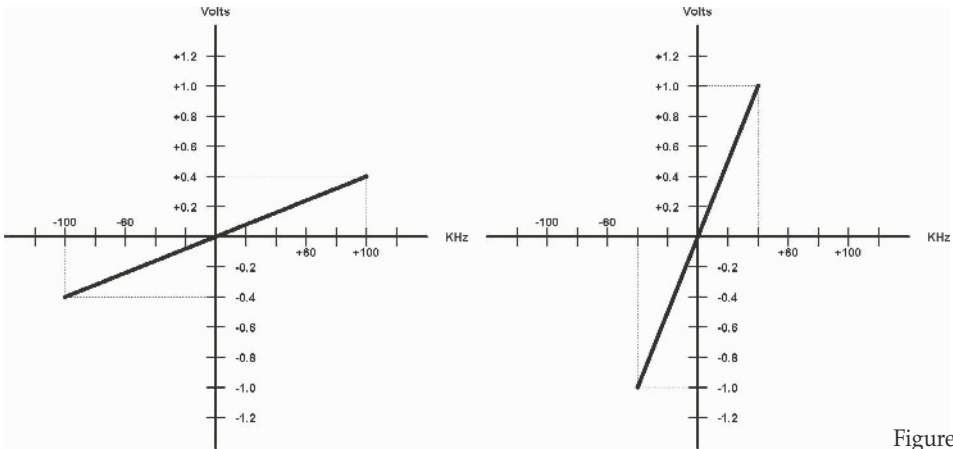

Figure 1.5
**Tentatoo** – Parfaitement juste. Voyez les deux pentes de la **figure 1.5** Avec la pente de gauche, il suffit d'une faible variation d'amplitude du signal BF pour atteindre une grande variation de fréquence :  $\pm 0,4$  V suffisent pour obtenir une variation de  $\pm 100$  kHz. Avec la pente de droite, il faut une plus grande variation d'amplitude du signal BF modulant pour obtenir une variation de fréquence similaire : une variation d'amplitude du signal BF de  $\pm 0,4$  V ne provoque qu'une variation de fréquence de  $\pm 16$  kHz, soit six fois moins. Comme bien souvent, il faut trouver un compromis entre les deux extrêmes.